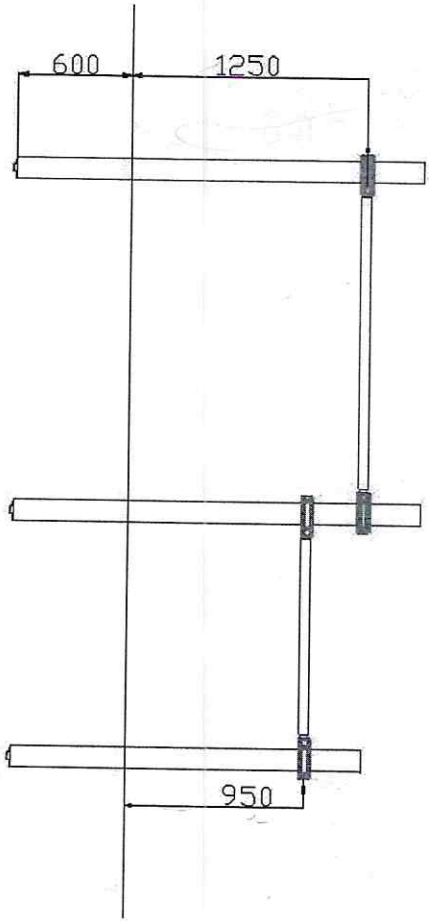
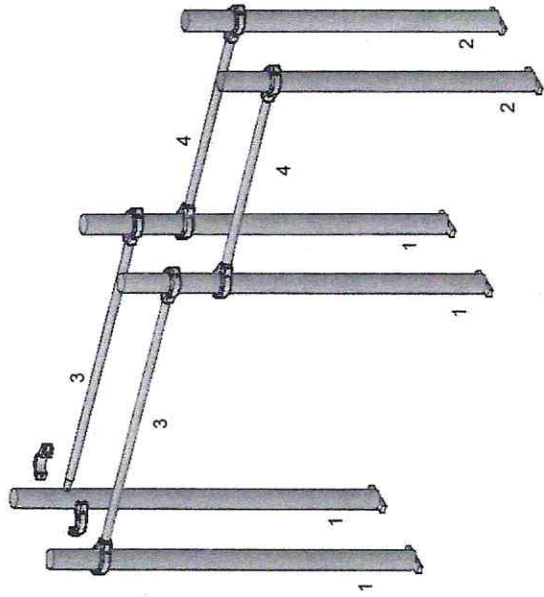

Рис.3 Схема высот
Рис.4 Схема сборки
1. Присоедините к стойкам 1 и 2 перекладины 3 и 4 согласно рис. 3 и 4 с помощью хомутов (8 шт.), винтов с внутренним шестигранником M10x55, M10x70 (по 8 шт.) и гаек M10 (16 шт.). **На рис.4 показаны расстояния от верха трубы до верха хомута.**